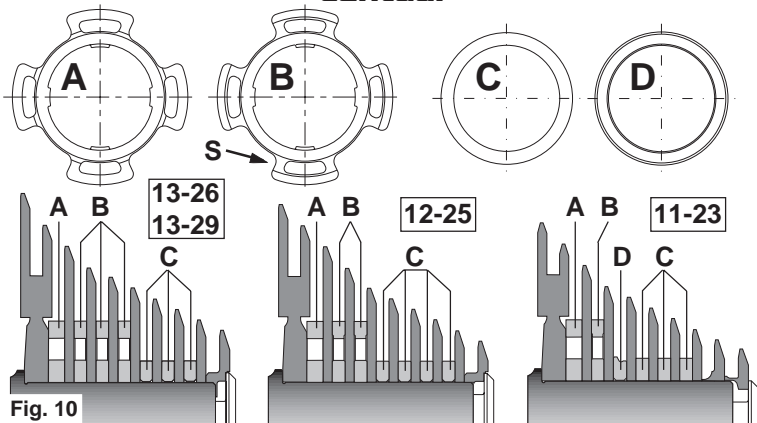

Fig. 10
• Per l'installazione dei pignoni **Centaur** rispettate l'ordine di montaggio dei distanziali illustrato in figura 10: prestate attenzione a montare il distanziale di tipo A (riconoscibile dal distanziale di tipo B per la mancanza della scanalatura S - Fig. 10) subito dopo i due pignoni più grandi preassemblati.
• When installing **Centaur** sprockets, respect the order of assembly of the spacers illustrated in figure 10. Take care to fit the type A spacer (which can be distinguished from the B type because there is no groove S - Fig. 10) immediately after the two large pre-assembled sprockets.
• Halten Sie bei der Montage der **Centaur**-Ritzel die in Abb. 10 dargestellte Montagereihenfolge der Distanzstücke ein: Achten Sie darauf, dass Sie das Distanzstück Typ A (es unterscheidet sich vom Distanzstück Typ B durch das Fehlen der Nute S – s. Abb. 10) unmittelbar nach den beiden größten, bereits vormontierten Ritzeln aufstecken.
• Para la instalación de los piñones **Centaur** se debe respetar el orden de montaje de los distanciales como se ilustra en la figura 10: prestar atención al montar el distancial de tipo A (se reconoce ya que a diferencia del de tipo B no posee el perfil exterior S - Fig. 10) a continuación los dos piñones más grandes ensamblados.
• Hou bij het monteren van **Centaur** cassettekranjes de volgorde van de tussenringen aan, zoals is aangegeven in figuur 10. Zorg ervoor dat de tussenring A (welke te onderscheiden is van het B type omdat hij geen groef S heeft - fig. 10) onmiddellijk na de twee grootste voor-geassembleerde kranjes komt.